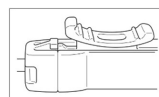

Figura 9: Cursor em contacto com o travão distal
- o O dispositivo inclui um travão distal para o cursor do orifício de ventilação da aspiração. Quando o cursor atinge o travão distal, a cabeça do aspersor de irrigação fica desobstruído e a irrigação continua a poder ser realizada (Figura 9).